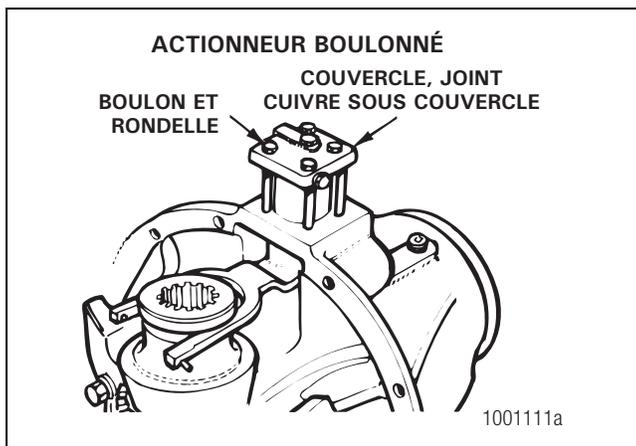

Figure 6.5
- B. Retirer les quatre boulons et rondelles fixant le couvercle de cylindre à la tête de pont. Retirer le couvercle de cylindre et le joint en cuivre. Figure 6.5.